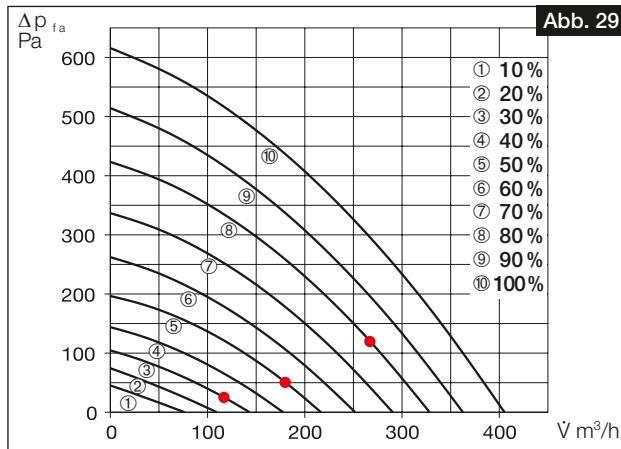

Abb. 29
4. Die ermittelten Differenzdrücke der Zu- und Außenluftmessung in die Kennlinie des Gerätes für Zuluft (s. Abb. 23 und Abb. 25), entsprechend der im Lüftungsprofil hinterlegten Ventilatorleistungen, eintragen (vgl. Abb. 28 und Abb. 29).
5. Die ermittelten Differenzdrücke der Ab- und Fortluftmessung in die Kennlinie des Gerätes für Abluft (s. Abb. 24 und Abb. 26), entsprechend der im Lüftungsprofil hinterlegten Ventilatorleistungen, eintragen (vgl. Abb. 28 und Abb. 29).